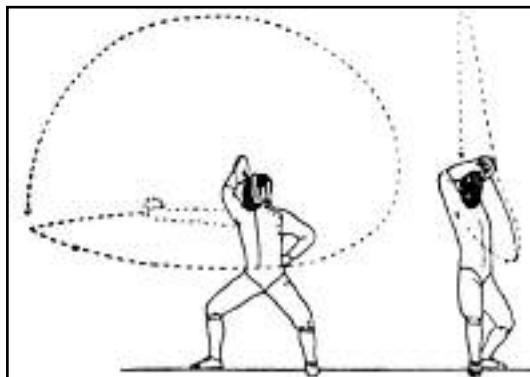

Рис. 76. Круг по голове справа вниз
2) Круг по голове справа из второго положения производится по команде «с кругом справа голову руби». По первому счету: кисть вооруженной руки сгибается в локте, и рука проносится над головой в положение замаха по голове справа; острие, опускаясь вниз, проходит с левой стороны тела. По счету два: наносится удар по голове (рис. 76).